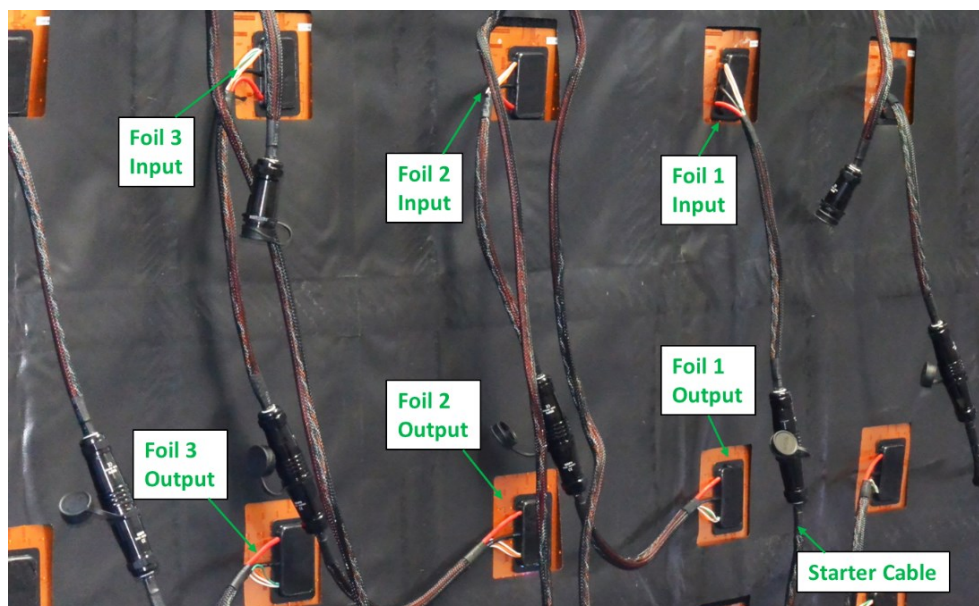

Abbildung 8: Kabelverbindung und Kaskadierung mehrerer Folien
- Verbinden Sie den Ausgangsanschluss von Folie 1 mit dem Eingangsanschluss von Folie 2 und wiederholen Sie den Vorgang gegebenenfalls (je nach Länge des Starterkabels). Siehe Abbildung 8 als Referenz. Vergewissern Sie sich, dass die Stecker mit den entsprechenden Gegenstücken richtig verriegelt sind, z. B., indem Sie versuchen, sie auseinander zu ziehen. Wenn sie richtig verbunden sind, ist es nicht möglich, sie auseinander zu ziehen, ohne die Verriegelung zu lösen.